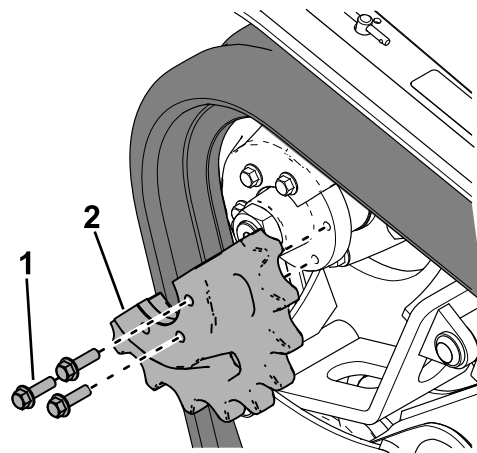

Figura 62
19. Aplique fixador de roscas nos parafusos da metade da roda motora da transmissão que retirou e instale a metade da roda motora da transmissão (Figura 62). Aperte os parafusos com 95 a 115 N·m.